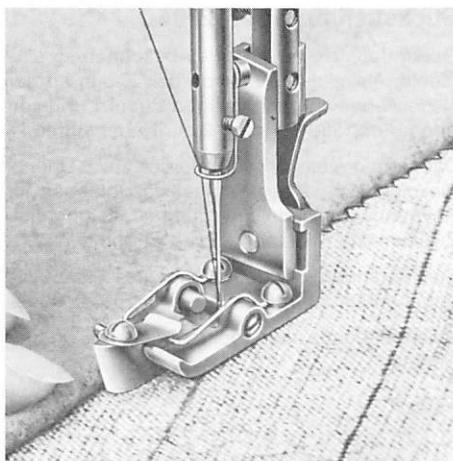
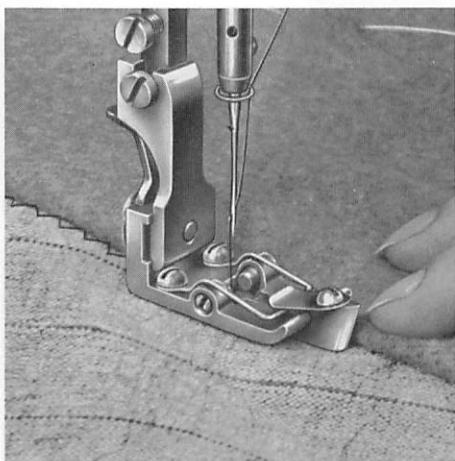

Fig. 25
Fig. 26
Durante la costura, el borde doblado de la pieza deberá conducirse contra el canto izquierdo de la guía (fig. 25). Al final de la costura deje la aguja clavada por la parte derecha en la entretela, levante un poco la barra del prensatelas y gire la pieza de costura 180°. A continuación, el borde doblado de la pieza se conduce contra el canto derecho de la guía (fig. 26).
**Modo di lavorazione:** Il bordo piegato della stoffa deve scorrere lungo il bordo sinistro (fig. 25). Alla fine della cucitura lasciare l'ago a destra nel crine, si solleva un poco la barra premistoffa e si gira il capo in lavorazione di 180° (fig. 26).
**Modo de trabalho:** Durante a costura, deixar deslizar o canto dobrado do tecido, pelo canto esquerdo (Fig. 25). No fim da costura, deixar a agulha na parte direita enfiada no tecido, levantar um pouco o calcador e virar a peça de trabalho uns 180°. Durante a costura, deixar deslizar pela parte direita da régua o canto do tecido já revirado (Fig. 26).